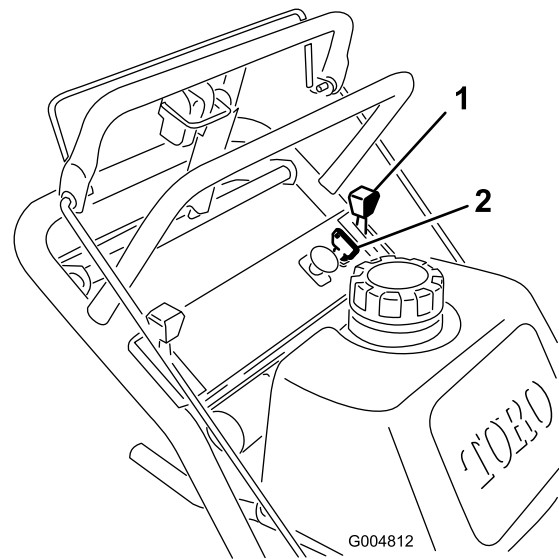

Figura 8
1. Portate la leva dell'acceleratore in posizione SLOW (Figura 8).
3. Girate la chiave di accensione in posizione OFF (Figura 8).